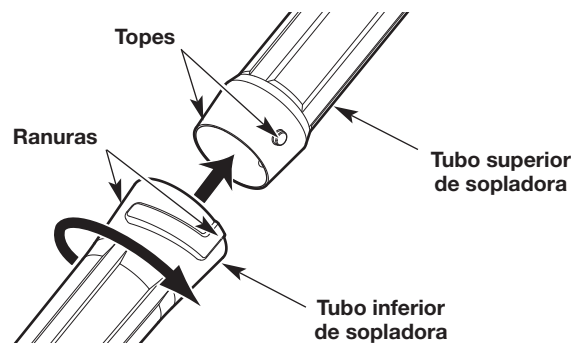

Fig. 2
2. Alinee las ranuras del tubo inferior de la sopladora con los topes del extremo inferior del tubo superior de la sopladora (Fig. 2).
3. Instale el tubo inferior de la sopladora en el tubo superior de la sopladora (Fig. 2).
4. Mientras sostiene el tubo superior de la sopladora, gire el tubo inferior de la sopladora hacia la derecha hasta que calce en su lugar (Fig. 2).